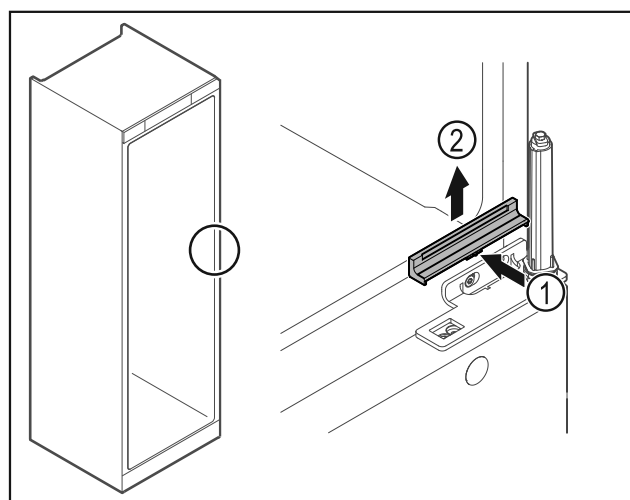

Fig. 21
- Premere leggermente la copertura Fig. 21 (1) al centro e rimuoverla sollevandola verso l'alto Fig. 21 (2).